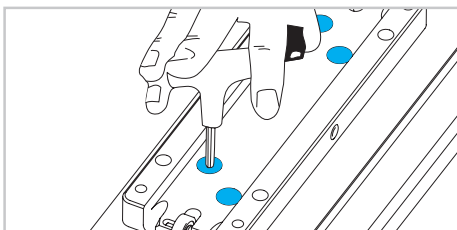

Fig. 7
- 7) Faire glisser la partie supérieure du chariot pour avoir accès à la partie intérieure. Desserrer les vis et soulever la pièce qui a été libérée (Fig. 7)